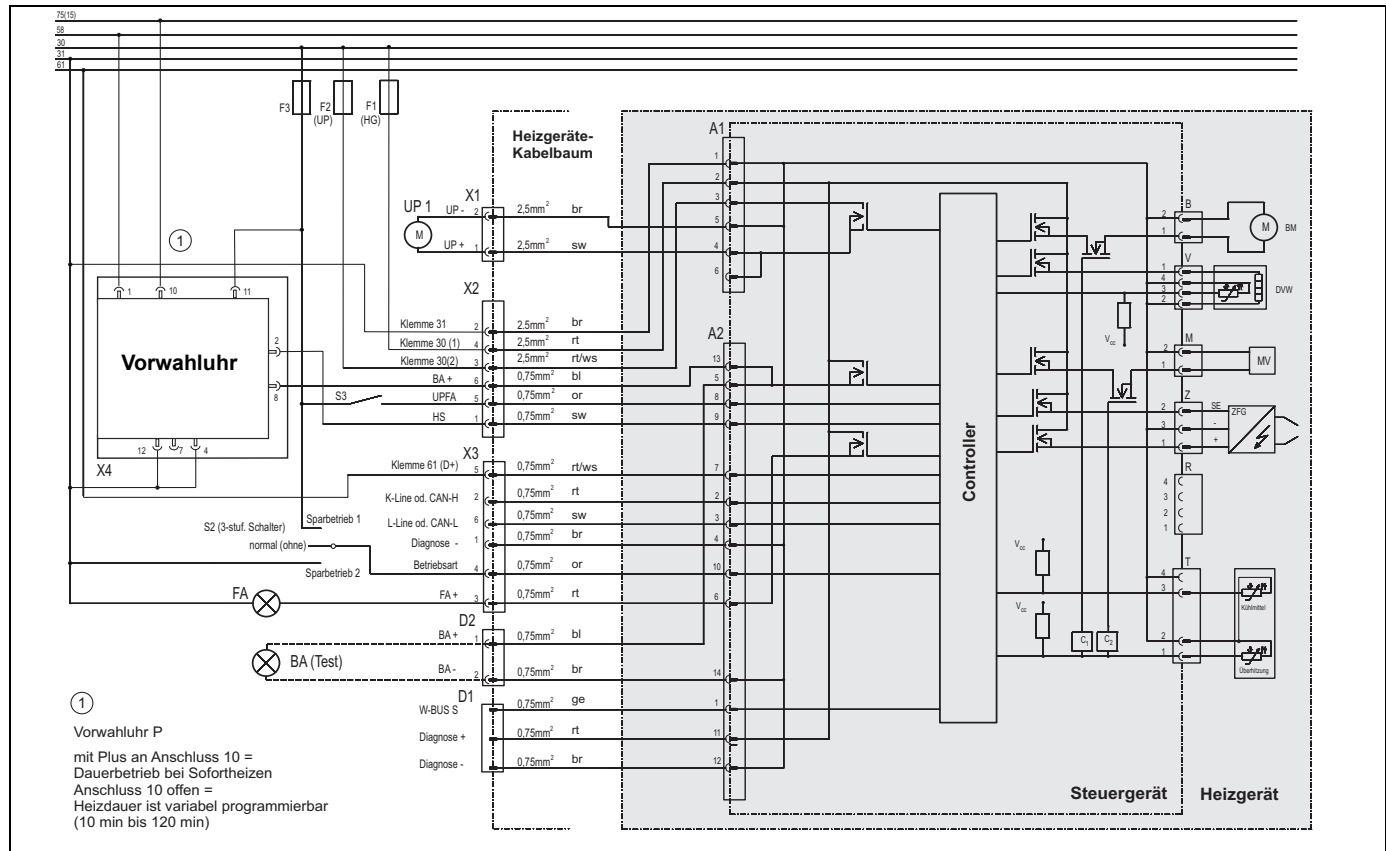

Bild 7: Systemschaltung für Diesel-Brennerkopf der Thermo H mit Standarduhr, Legende siehe Seite 18.
- Vorwähluhr, siehe Systemschaltung Bild 7